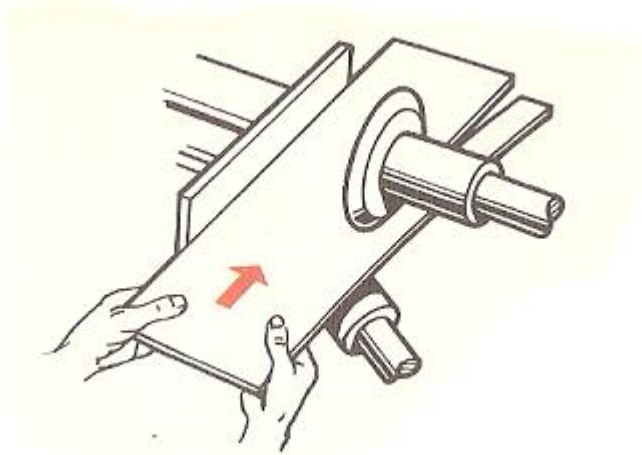

Fig.9
- **Los cortes rectos y abiertos** se comienzan por el borde, bien aproximando y guiando la chapa con las manos, bien deslizándola apoyada en un soporte (fig.9), que se puede montar en la parte inferior del escote. Este soporte se regula a voluntad para cortar bandas de chapas de cantos paralelos.